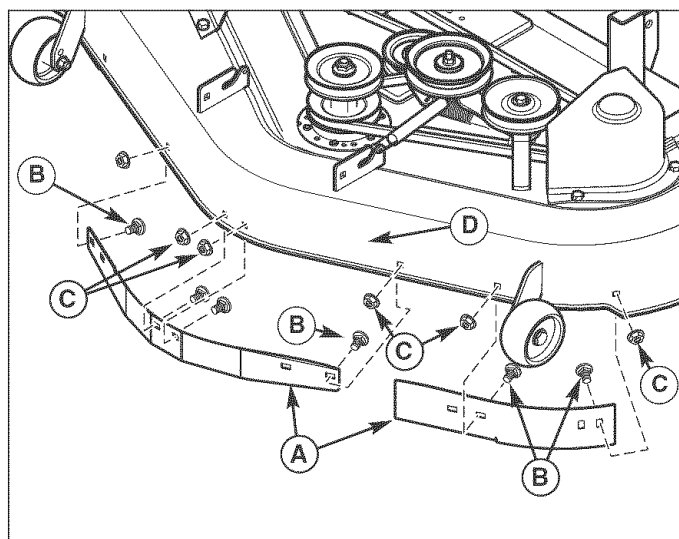

Figure 17. Retirer le déflecteur et la visserie
1. Retirer et jeter les déflecteurs existants (A, Figure 17), les boulons de carrosserie (B) et les écrous (C) du carter de plateau de coupe (D).